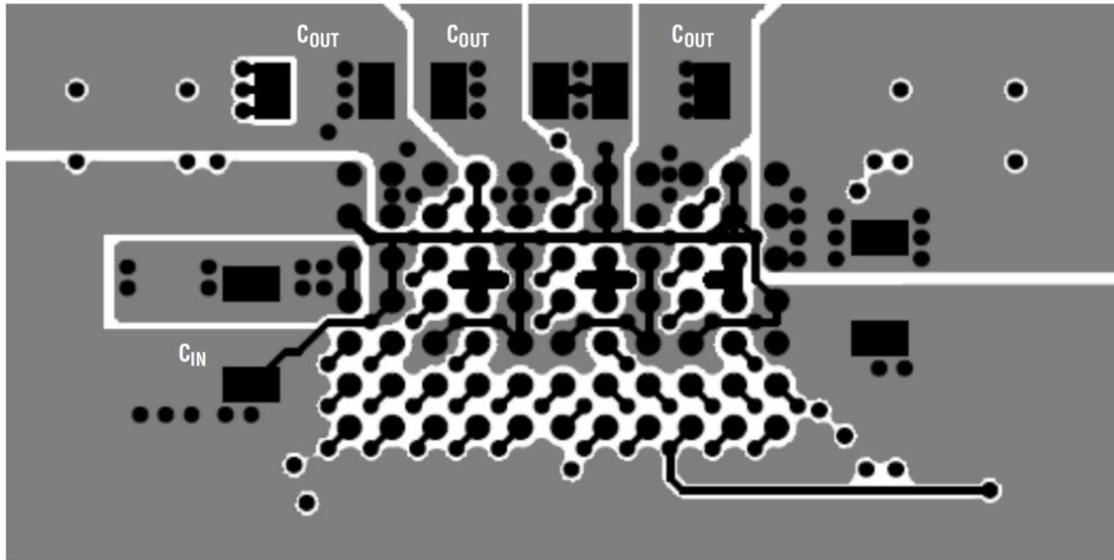

图 7 PCB 布局
8. 在信号引脚上的测试点进行监控。图 7 给出了推荐的布局的一个很好的示例。